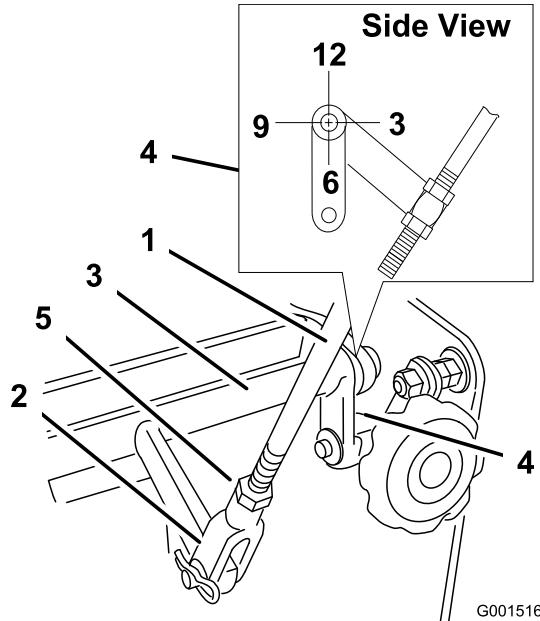

Figura 30
4. Controllate l'orientamento delle linguette sulle estremità dell'asse di comando della velocità. Queste linguette dovrebbero puntare direttamente verso il basso circa in posizione ore 6 (Figura 30).
5. Regolate la forcetta filettata nella parte inferiore della tiranteria di comando della velocità finché le linguette non si trovano in posizione ore 6 (Figura 30).